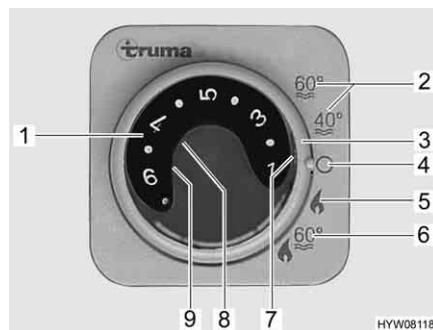

Fig. 189 Unidade de comando para o aquecimento/termoacumulador
- Regule o modo de serviço com o interruptor rotativo (Fig. 189,3).
O aquecimento escolhe automaticamente o nível necessário do queimador de acordo com a temperatura ambiente desejada. Quando é atingida a temperatura ambiente pretendida, o queimador desliga-se. No modo de serviço "Aquecimento e termoacumulador" (Fig. 189,6) também é aquecida a água dentro do termoacumulador. O aquecimento pode ser posto a funcionar no modo de serviço "Aquecimento sem termoacumulador" (Fig. 189,5) com o termoacumulador vazio.
- Regule o botão rotativo da temperatura (Fig. 189,1) na unidade de comando para o nível de aquecimento pretendido.
- Coloque o interruptor rotativo (Fig. 189,3) em funcionamento de inverno "Aquecimento sem termoacumulador" (Fig. 189,5) ou em funcionamento de inverno "Aquecimento e termoacumulador" (Fig. 189,6).
A luz piloto verde (Fig. 189,7) acende-se.
- Coloque o interruptor rotativo (Fig. 189,3) em "O" (Fig. 189,4).
A combinação do funcionamento a gás e do funcionamento elétrico com 230 V reduz o tempo de aquecimento do veículo (só possível, quando o aquecimento está regulado na unidade de comando (Fig. 189) para o funcionamento de inverno).